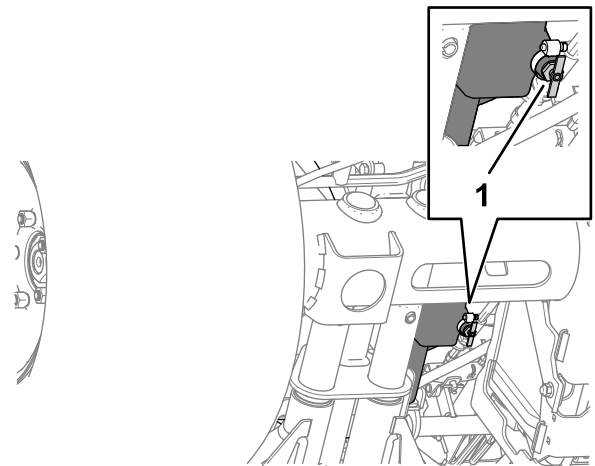

Figure 85
2. Placez un bac de vidange sous le robinet de vidange du réservoir de carburant (Figure 85).